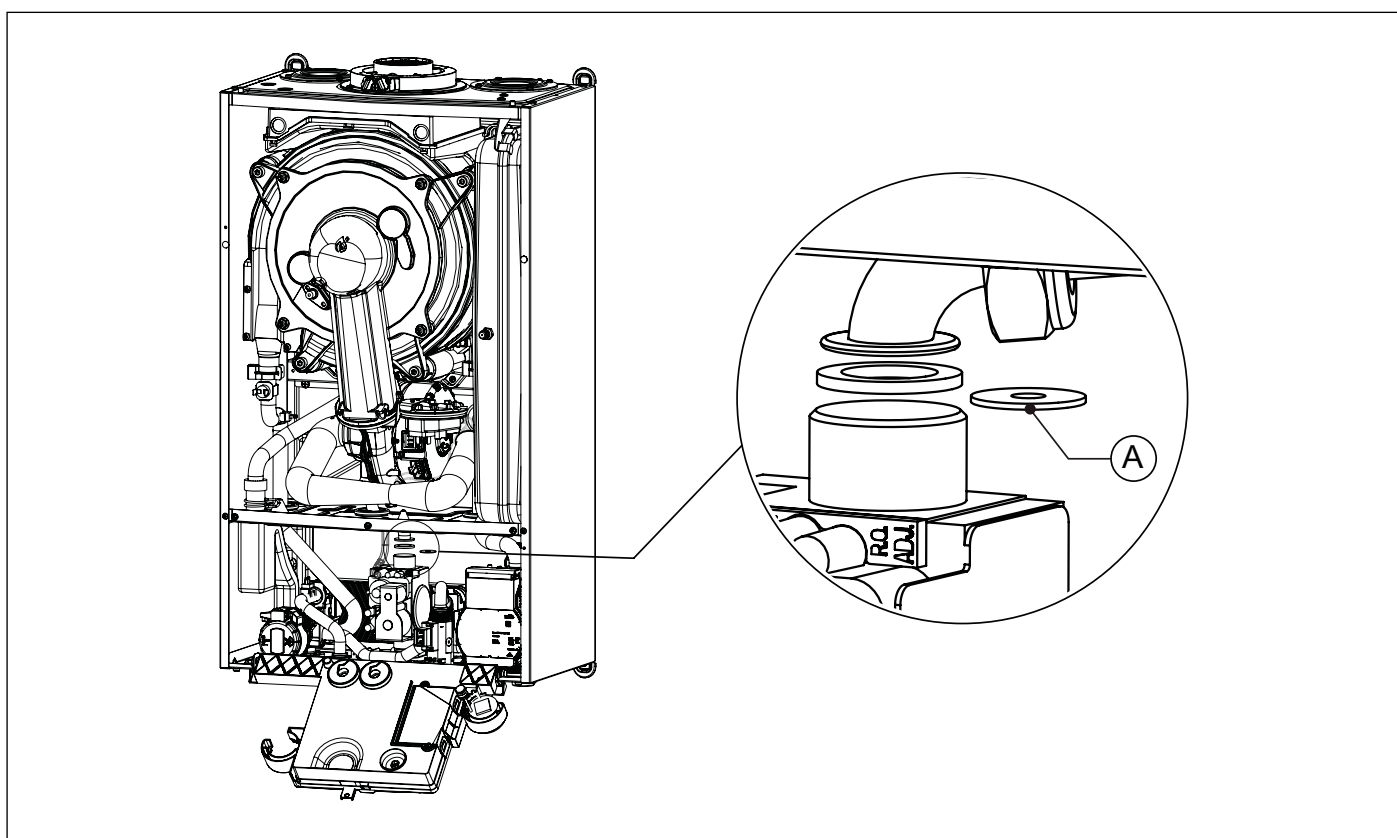

Fig. 24 Sustitución del diafragma gas
- Desconectar el tubo de gas de la válvula gas (ver Fig. 24 Sustitución del diafragma gas).
- Sustituir el diafragma gas (A) con el del nuevo tipo de gas (ver Fig. 24 Sustitución del diafragma gas y Tab. 11 Diámetro diafragmas gas (mm)).